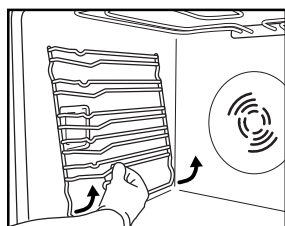

Fig. 3
1. Rimuovere le griglie porta accessori laterali (Fig. 3).
2. Rimuovere le griglie porta accessori laterali, se in dotazione (Fig. 3).